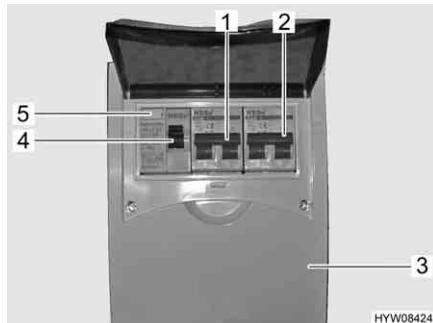

Fig. 93 Scatola dei fusibili a 230 V con interruttore di sicurezza e interruttore automatico FI
Un interruttore di sicurezza per correnti di guasto (interruttore automatico FI) (Fig. 93,4) nella scatola dei fusibili (Fig. 93,3) protegge l'intero veicolo da correnti di guasto (0,03 A).
L'interruttore di sicurezza collegato in serie (10 A) (Fig. 93,1) protegge le prese da 230 V, l'apparecchio per l'alimentazione elettrica, l'apparecchio per l'alimentazione supplementare e il frigorifero.
Per veicoli con accessori opzionali, p. es. l'impianto di climatizzazione, un ulteriore interruttore di sicurezza (16 A) (Fig. 93,2) protegge l'apparecchio.
- Se il veicolo è collegato all'alimentazione a 230 V, premere il tasto di controllo (Fig. 93,5). L'interruttore di sicurezza per correnti di guasto (FI) deve scattare.